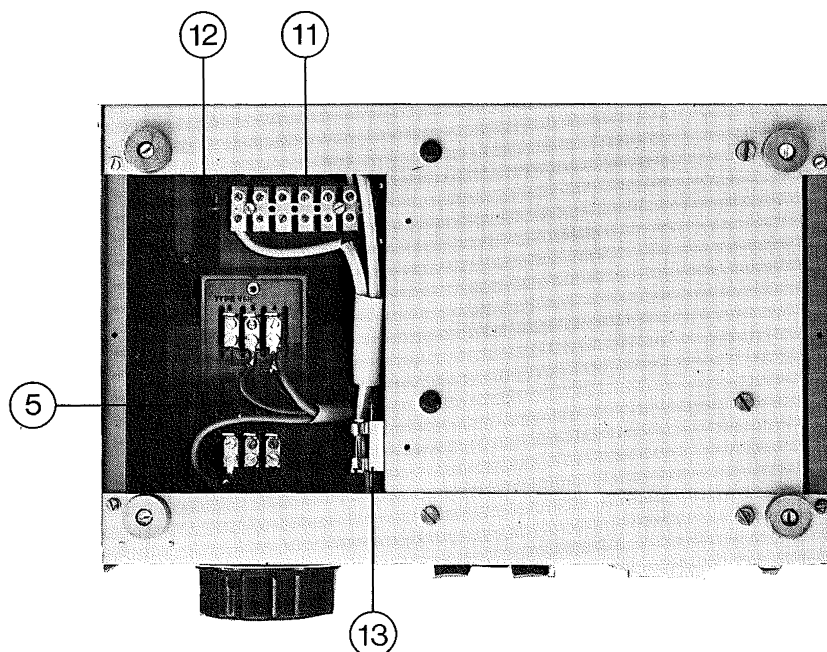

Fig. 3. Power Supply RT12 set fra bunden.
Under særlige uheldige omstændigheder kan netsikringen (13) evt. springe. Den er tilgængelig fra bunden af apparatet, når dækpladen afmonteres (fig. 3.).